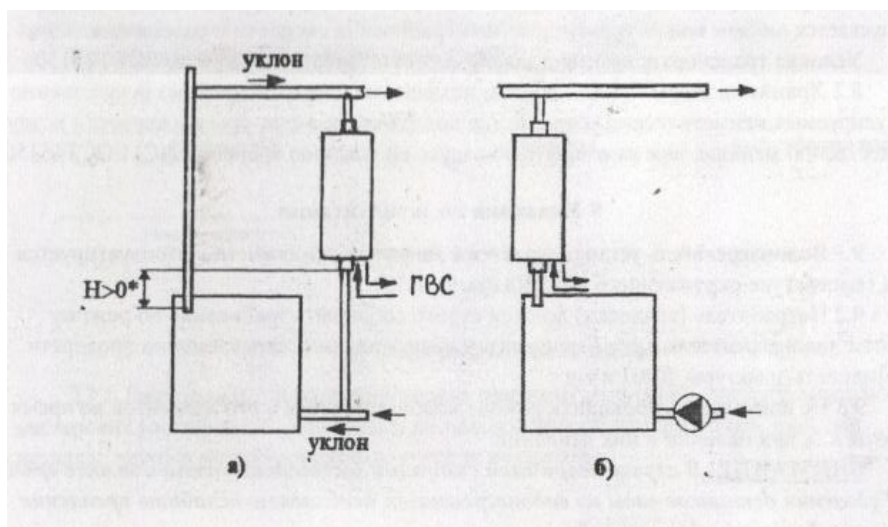

Рис.4
6.2 Рекомендуемые схемы подключения приведены на рис.4